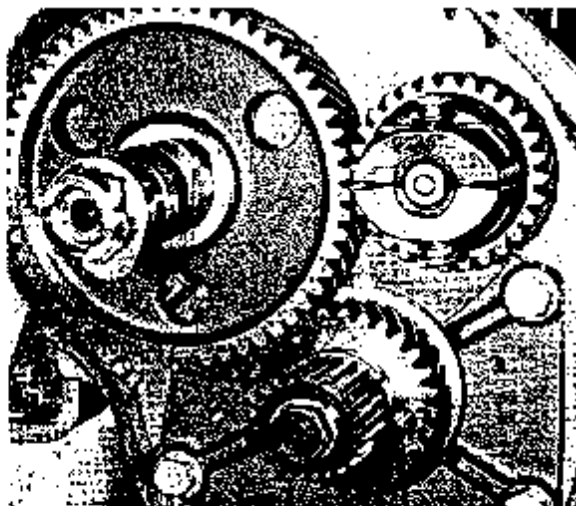

Abb. 24
4. Nockenwellenrad und Nockenscheibe einbauen. Achtung! Das Nockenwellenrad ist so einzubauen, daß der Körnerschlag auf dem Nockenwellenrad gegenüber dem Körnerschlag auf dem Kurbelwellenrad zu liegen kommt, siehe Abb. 24.
8. Steuerrad und Nockenscheibe auf der Nockenwelle einbauen. Achtung! Darauf achten, daß das Zahnrad entsprechend der Markierung zu liegen kommt (siehe Abb. 24). Das Rad mit der Mitnehmerschraube (Linksgewinde) einschrauben. Anziehmoment, siehe „Technische Daten“.